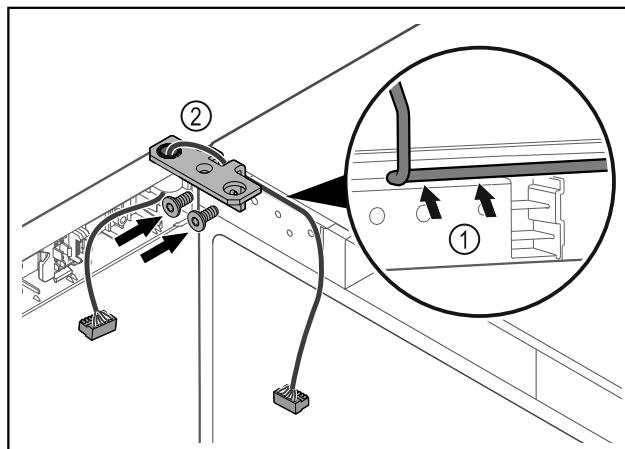

Fig. 45
- Dirijați cablul prin degajarea colțarului balamalei și dispuneți-l cu precauție Fig. 45 (1).
- Înșurubați Fig. 45 (2) colțarul balamalei.